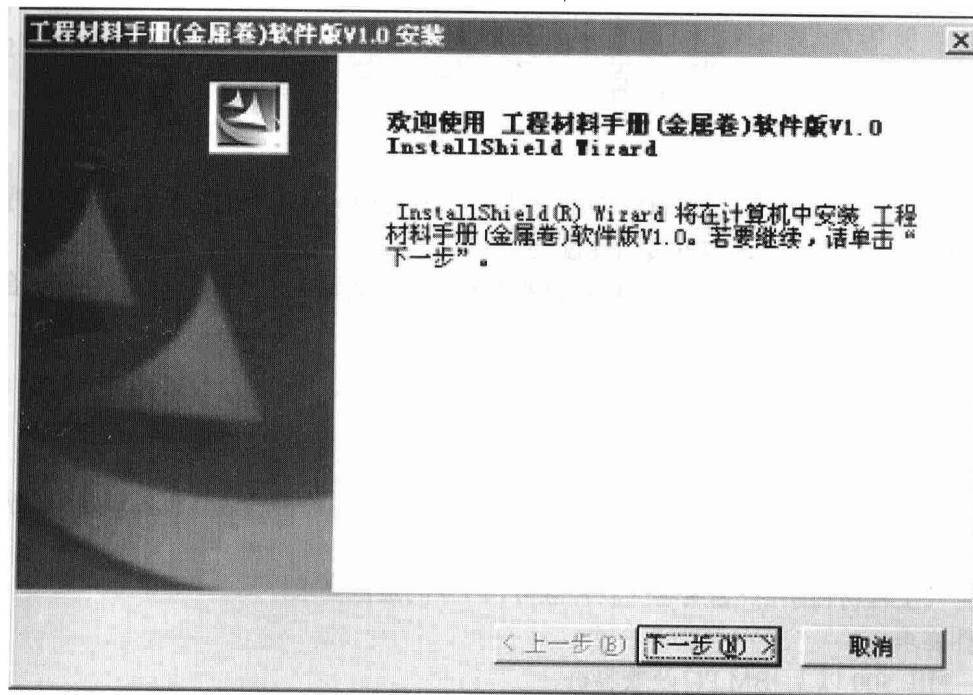

图 1.1 安装向导
(1) 在 CD-ROM 驱动器中放入《工程材料手册 金属卷（软件版）》V1.0 安装盘。
(2) 双击安装盘中的安装程序 Setup.exe，用户首先看到的是欢迎界面，如图 1.1 所示。